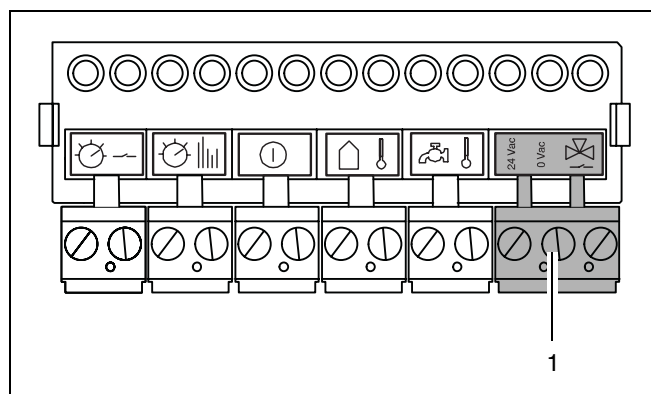

fig. 22 Aansluiten externe driewegklep
- Sluit de driewegklepverloopkabel aan op de turkoois aansluiting in het cv-toestel (→ fig. 22, [1]).